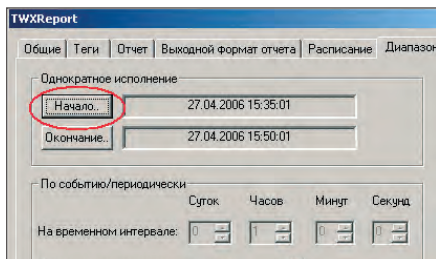
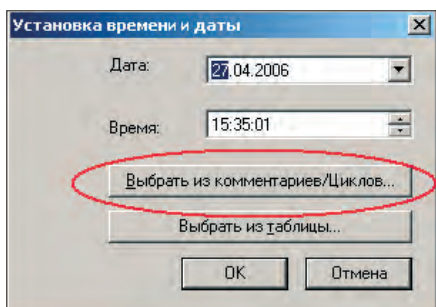

Рис. 34. Установка диапазона отчёта
Рис. 35. Выбор метки времени по комментариям
1. При установке диапазона отчёта необходимо нажать кнопку **Начало (Окончание)**, как показано на рис. 34, и в появившемся окне «Установка времени и даты» нажать кнопку **Выбрать из комментариев/циклов...** (рис. 35).